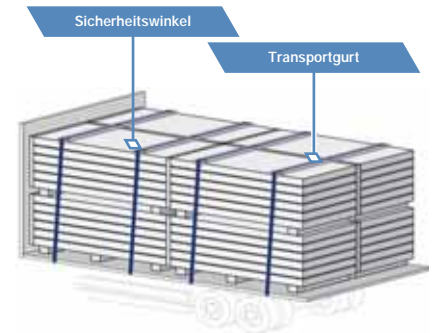

Abb. 02
- Das beladene Fahrzeug muss mit Transportgurten und Schutzwinkeln/Schutzecken als Unterlage für den Gurt (Abb. 02) ausgestattet sein, die zur Sicherung der Ladung auf der Ladefläche dienen. Die Anzahl der Gurte hängt von der Länge der Paneele ab; Abstand zwischen den Gurten beträgt ca. 2 m. Es wird empfohlen, dass das befördernde Fahrzeug mit 2 Hebebändern mit Schlaufen mit der Länge von ca. 6 m und der Tragfähigkeit von 5 T ausgestattet ist;